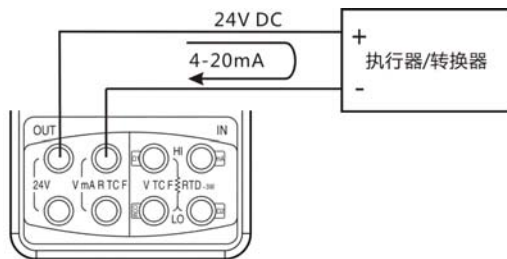
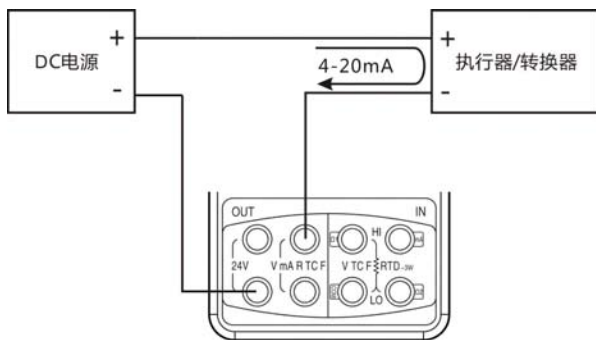
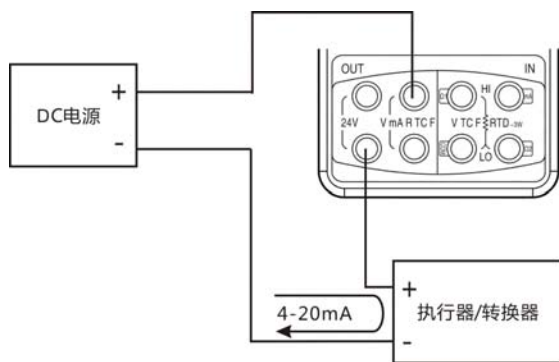

图 4.2 自带 DC 电源 Sink 功能的接线方式
图 4.3a 外接 DC 电源 Sink 功能的接线方式(1)
图 4.3b 外接 DC 电源 Sink 功能的接线方式(2)
- 1 按连接端子见图 4.2 或图 4.3a 或图 4.3b。